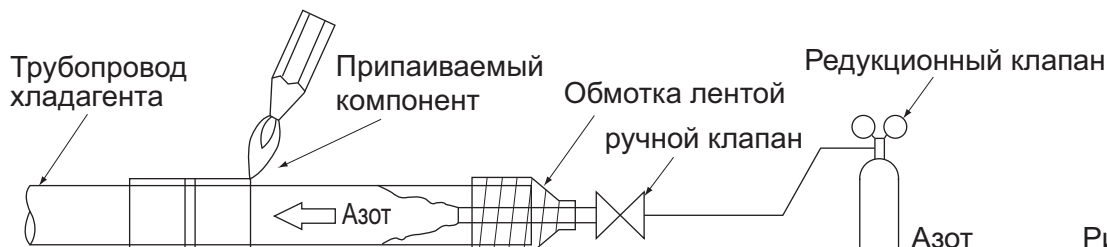

Рис. 17
- При выполнении пайки твердым припоем после пропускания азота через трубопровод и замещения азотом воздуха рекомендуется с помощью редукционного клапана настроить давление азота на прикл. 0,02 МПа. (См. рис. 17)